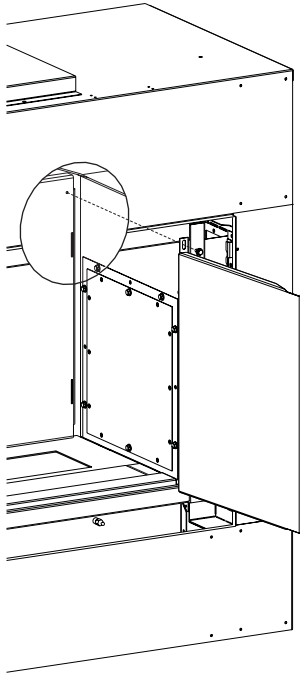

Figure 5
- En tenant le panneau par l'avant, le pousser contre le support de retenue latéral et le glisser vers l'arrière pour insérer ses languettes dans les fentes arrière et puis accrocher la bride avant du panneau latéral sur le support de retenue. **Voir Figures 5 et 6.**